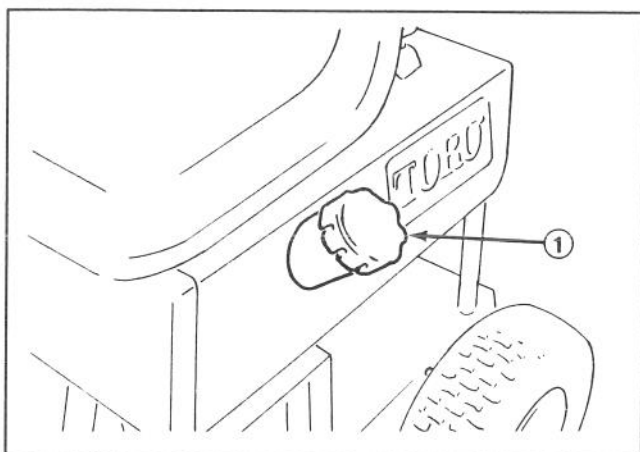

Figure 11
1. Nettoyer la surface autour du bouchon du réservoir, afin d'éviter que tout corps étranger ne tombe dans le trou de remplissage lorsque le bouchon est enlevé. Puis enlever le bouchon du réservoir (Fig. 11).